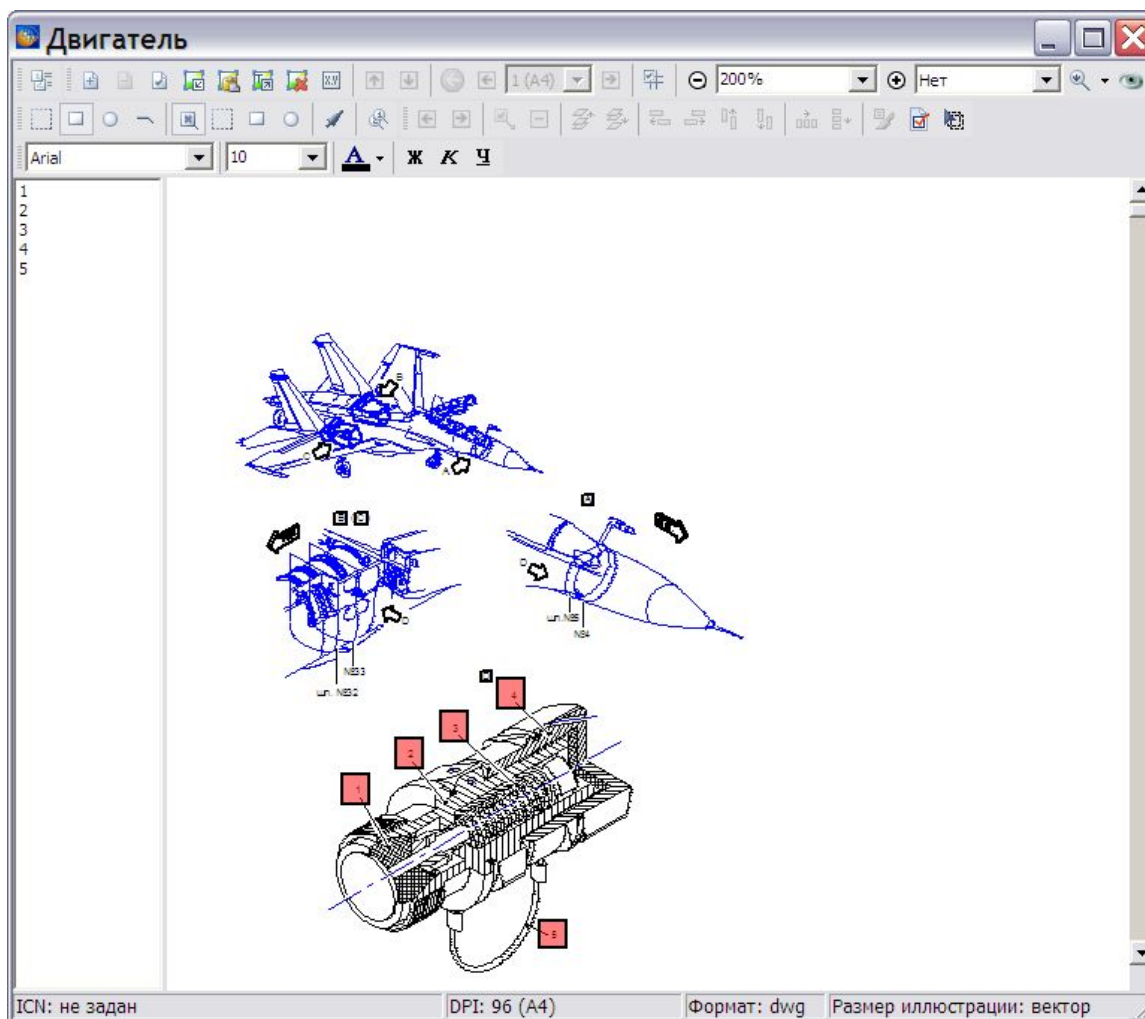

Рис. 3.124
6. Нажмите **ОК**. При этом произойдет автоматическая расстановка выносок на иллюстрации (Рис. 3.124).